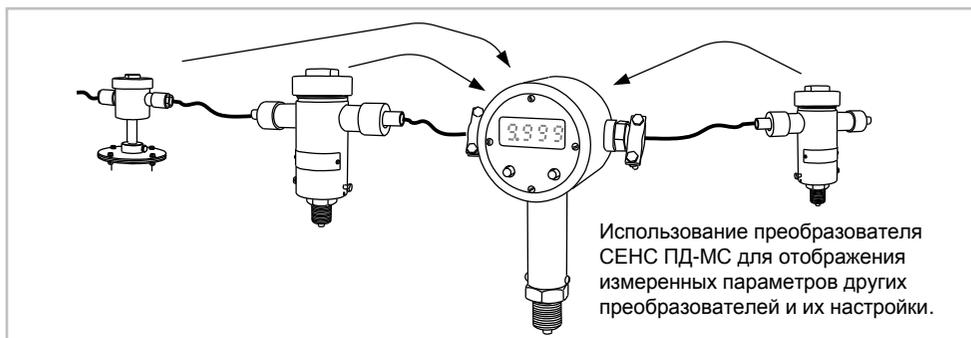

Рис. 7
6.3.4 Преобразователи с дисплеем (рис. 7) позволяют просматривать измеренные параметры других преобразователей, а также настраивать преобразователи и вторичные приборы. Преобразователи с дисплеем являются «ведущими» в линии.